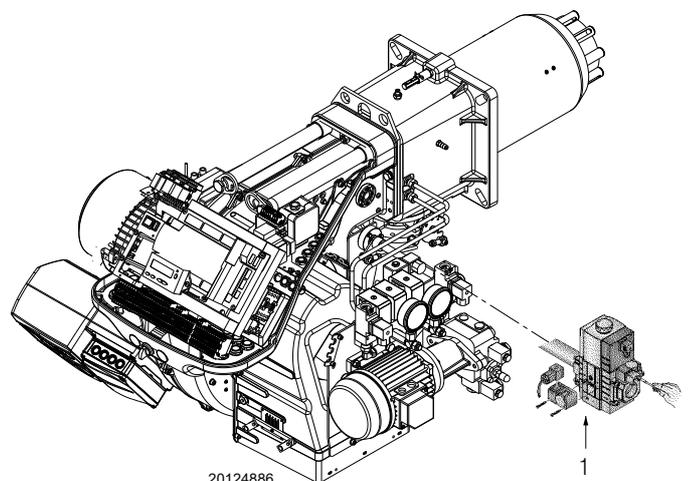

Abb. 43
- Prüfen Sie den Versorgungsdruck des Gases durch Anschließen eines Druckmessers an der Druckentnahmestelle 1)(Abb. 43) des Minimal-Gasdruckwächters: er muss geringer als der maximal zulässige Druck der Gasarmatur sein, der auf dem Kennschild der technischen Daten angegeben ist.
- Lassen Sie die Luft aus der Leitung der Gasarmatur ab, indem Sie eine Kunststoffleitung an die Druckentnahmestelle 1)(Abb. 43) des Minimal-Gasdruckwächters anschließen. Führen Sie die Entlüftungsleitung aus dem Gebäude, bis Gasgeruch wahrzunehmen ist.